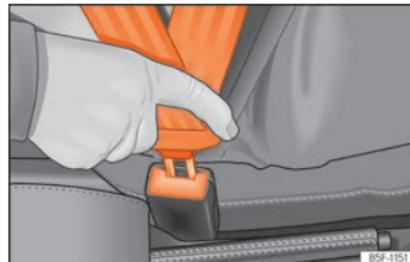

Fig. 10 Inserir a lingueta do cinto de segurança no fecho correspondente.
- Encaixe a lingueta no fecho do respetivo banco »» **Fig. 10**.